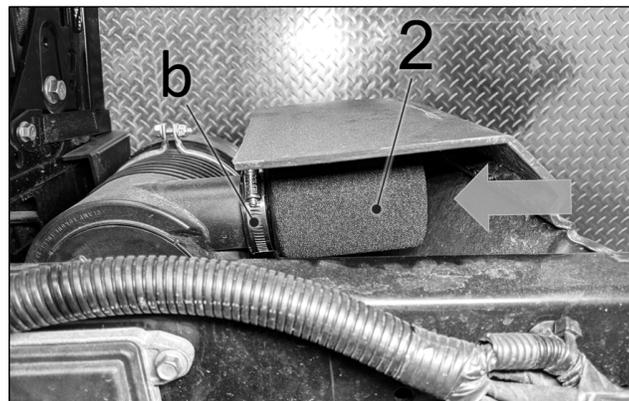

Figure 2
1.2 Insérer le filtre à air cylindrique (2) à l'entrée d'air latérale du filtre à air moteur. Positionner et serrer correctement le collet (B). Vérifier que le filtre est solidement assemblé en place. Voir la Figure 2.